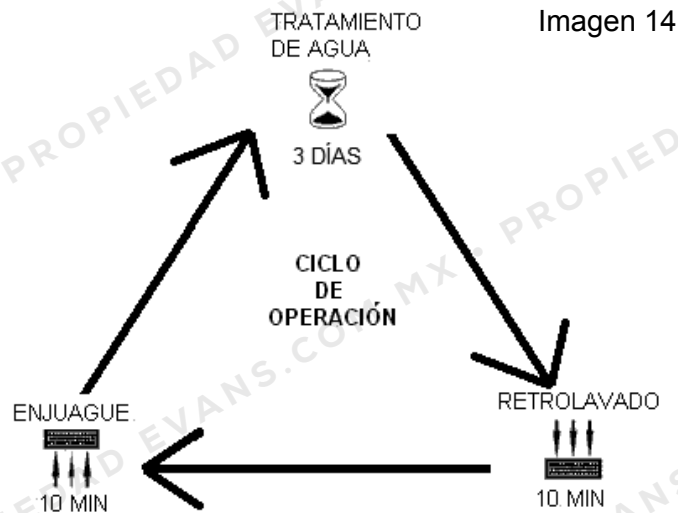

Imagen 14
Sugerimos la continuidad de retro lavados cada cierto número de (5) días dependiendo de la calidad de agua de entrada al equipo y debe respetar la secuencia de operación (referencia imagen 14)
Nota: la secuencia de operación de su filtro es en el orden de la "imagen 14".